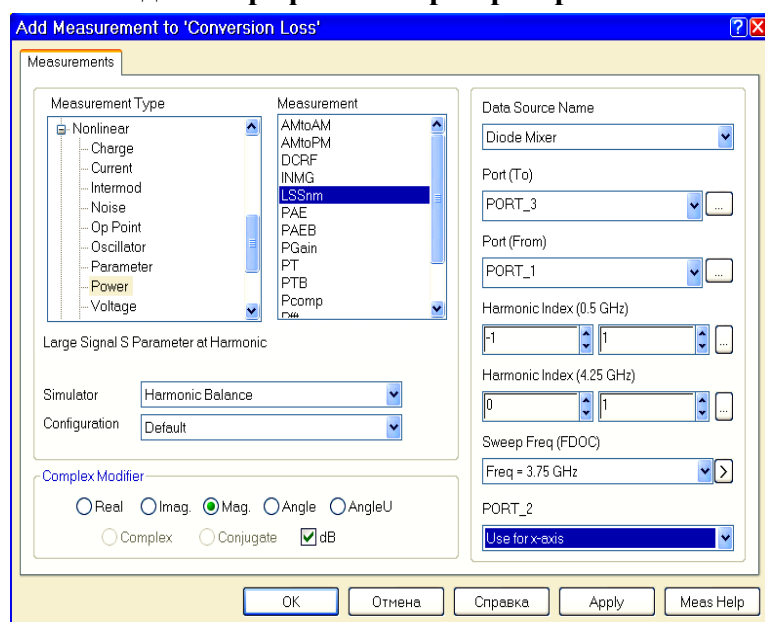

Рис. 4.42
2. Щёлкните левой кнопкой мышки по значку **Add Measurement** на панели инструментов. Откроется диалоговое окно **Add Measurement** (Рис.4.42).